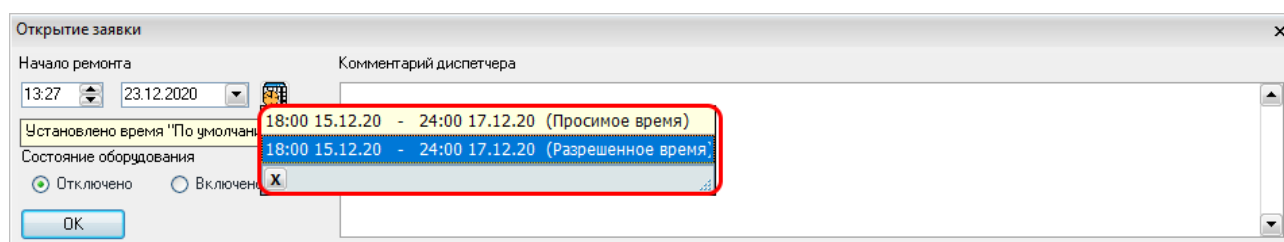

Рисунок 13.3 – Выбор времени ремонта
- выбрать из раскрывающегося списка по нажатию кнопки «» (просимое время или времени служб / предприятий, рассмотревших заявку) (Рисунок 13.3).